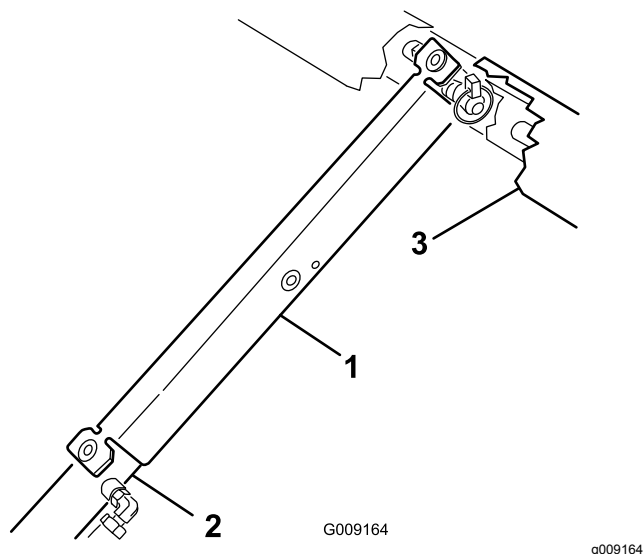

Figura 43
8. Spingete il supporto del pianale sull'asta del cilindro, assicurandovi che le alette alle estremità del supporto poggino sull'estremità della canna del cilindro e sull'estremità dell'asta del cilindro (Figura 43).